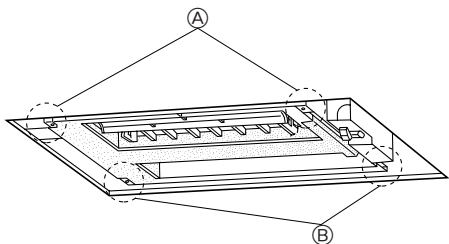

Fig. 5-2
①	Gitter	1
②	Schraube	6	M5 × 0,8 × 16
③	Schraube	1	4 × 16
5.2. Vor dem Installieren überprüfen (Fig. 5-2, 3)